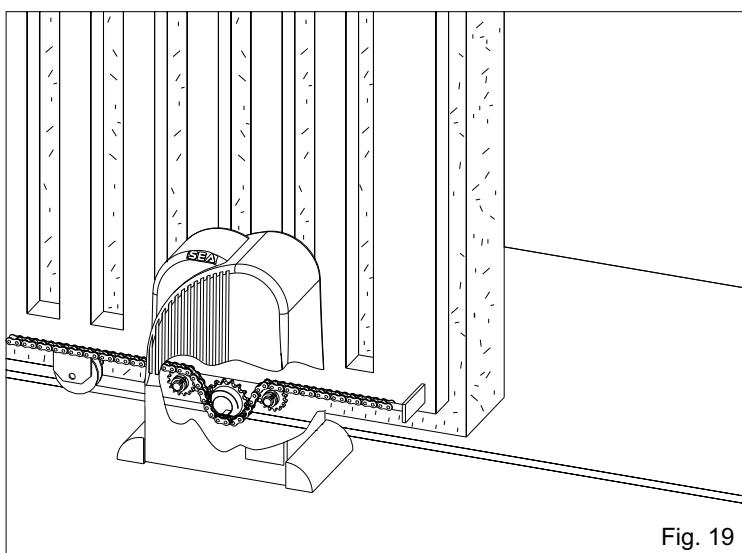
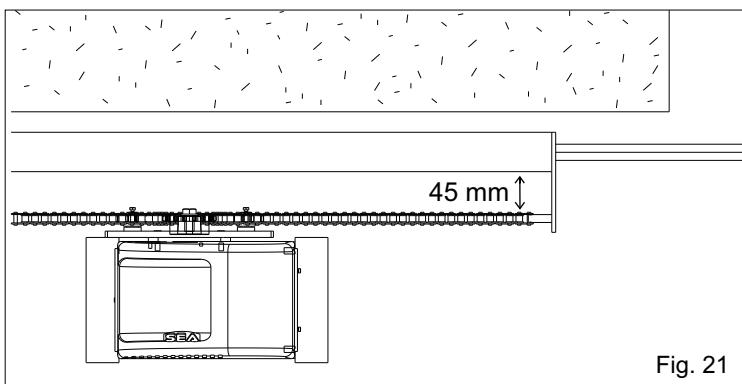
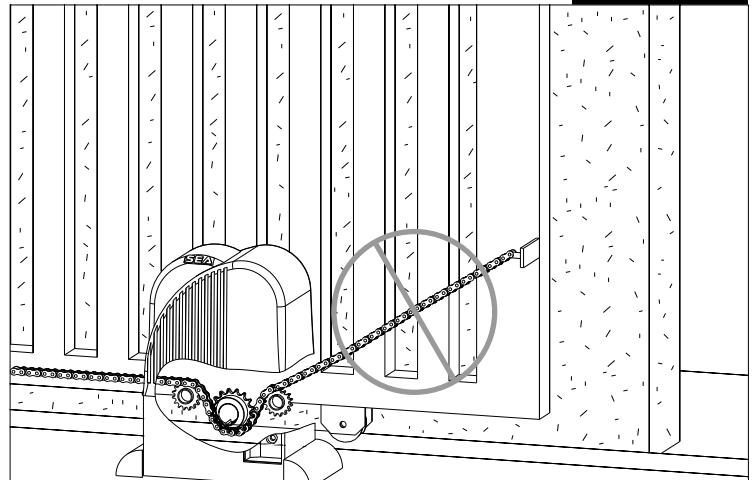

Fig. 19
Fig. 21
Fig. 22
En las Fig. 19 y 20 es posible ver la correcta instalación respectivamente con cancela abierta y cerrada; notar el recorrido obligado de la cadena al interior del grupo pinión que no tiene que ser modificado.
Nota: Los agujeros por el tensor de cadena y así la misma cadena tienen que estar a una distancia mínima de 45 mm (Fig. 21).
19.2. Instalar la cadena haciéndola pasar por el grupo piñón como en Fig. 18. La cadena tiene que estar siempre en línea, verticalmente (Fig. 19) y horizontalmente (Fig. 21), si no está perfectamente alineada (Fig. 22 y 23) puede causar un descarrilamiento de la misma desde el grupo piñón o se arriesga un esfuerzo mayor por el motorreductor habiendo así un funcionamiento incorrecto de la implantación.